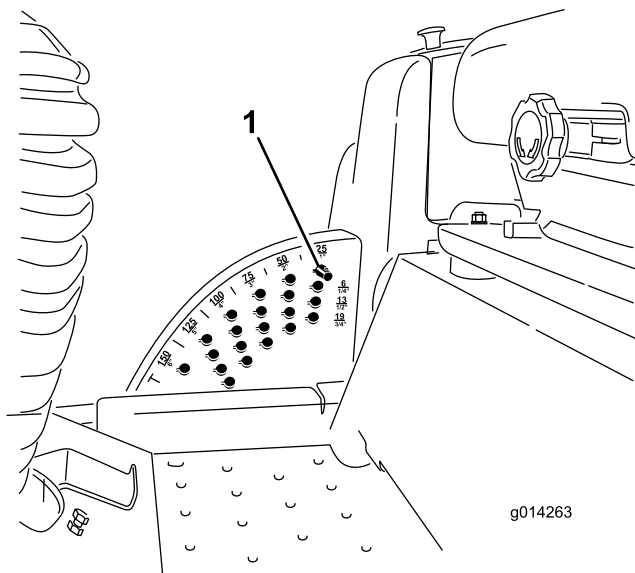

図 24
**注** デッキアタッチメントを上昇位置にロックするには、上昇位置からさらに 15cm 上昇させ、刈高ストップピンを抜いて、ピンを刈高 15cm の穴に通します 図 24。
1. エンジンが回転している状態で、デッキ昇降スイッチの後側を押し、デッキが完全に上昇したら直ちにスイッチから手を離す 図 24。
2. ストップピンについているロールピンを回してピンと刈高設定穴のスロットとが整列したところでピンを抜き取る 図 24。
3. 刈高ブラケットについている穴から、希望する刈高に対応する穴を見つけ、その穴にピンを通し、ピンを回してロックする (図 24)。
**注** 穴は全部で4列あります 図 24。外周側の列は、外周部に刻印されている通りの刈高の穴です。2 列目の穴は、それぞれ 1 列目プラス 6 mm の刈り高となります。3 列目の穴は、それぞれ 1 列目プラス 12 mm の刈り高となります。一番下の列の穴は、それぞれ 3 列目プラス 18 mm の刈り高となります。刈高 158mm だけは例外で、2列目のはずれにあります。この穴にセットすると 刈高 158mm となります 6mm アップにはなりません。